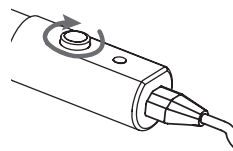

Fig.9
- Draai de thermostaatknop met de klok mee tot de hoogste instelling is bereikt [Fig. 9].